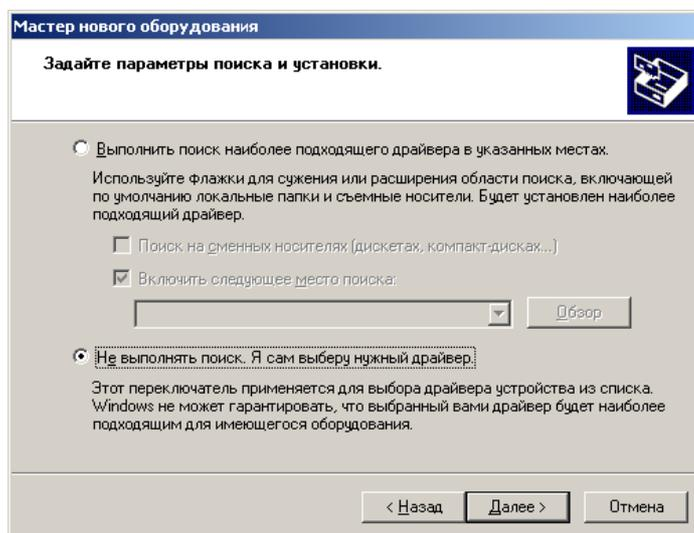

Рис.11. Установка драйвера оборудования.
- 4) Выбрать пункт **"Установка из указанного места"** и нажать кнопку **"Далее"**, появится страница параметров поиска и установки драйверов (рис.11).